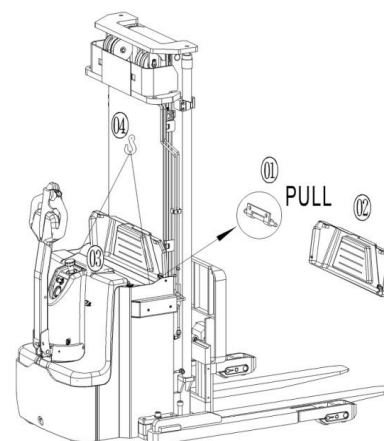

Рис. 16: Замена АКБ
- Затяните установочный болт (23) после регулировки опорных вилок.
- При регулировке опорных вилок, пожалуйста, обратите внимание, что количество установочных пазов (21), выставляемых на каждой стороне ног штабелера, должно быть одинаковым. (Как показано на рис. 16, если одна сторона имеет 3 установочных паза (21), с другой стороны также должно быть 3).
Припаркуйте штабелер в безопасной зоне, выключите при помощи замкового выключателя (10), затем нажмите аварийную кнопку (4). Откройте крышку аккумуляторного отсека, вытяните петлю, снимите крышку. Открутите фиксирующую пластину, отсоедините клеммы (Рис.16) и аккуратно вытащите аккумулятор при помощи крана. Операция по установке аккумулятора происходит в обратном порядке. Первыми необходимо подсоединить положительные клеммы. В противном случае оборудование может быть повреждено.